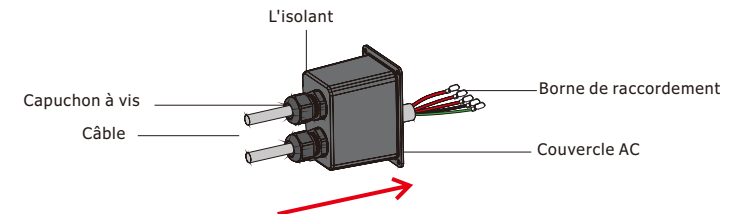

Figure 4.3-4 Le câble AC passe à travers le couvercle de borne
Étape 2. À l'aide des bornes du coffret d'accessoires, faites passer le câble AC à travers le couvercle de borne. Voir Figure 4.3-4.